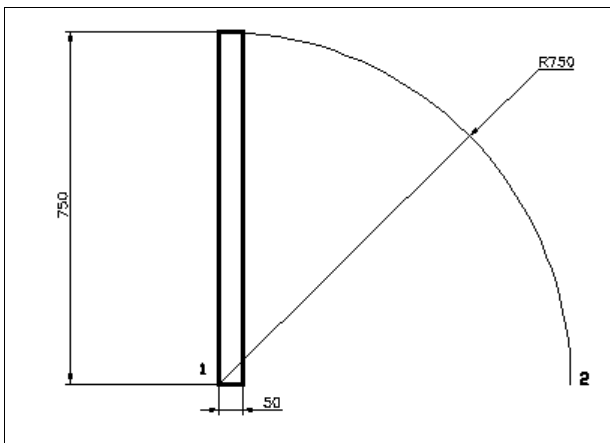

Рис. 17.5. Чертеж двери для создания динамического блока
Рассмотрим пример создания динамического блока двери (рис. 17.5), который при вставке в проем стены может настраиваться под его размеры и изменять направление открывания полотна.
Нарисуйте дверь с размерами, указанными на рис. 17.5, не проставляя их значения на рисунке, потому что он будет дальше использоваться для создания блока.
1. Создайте блок с именем **Door**, выбрав в качестве базовой точки 1 (см. рис. 17.5).